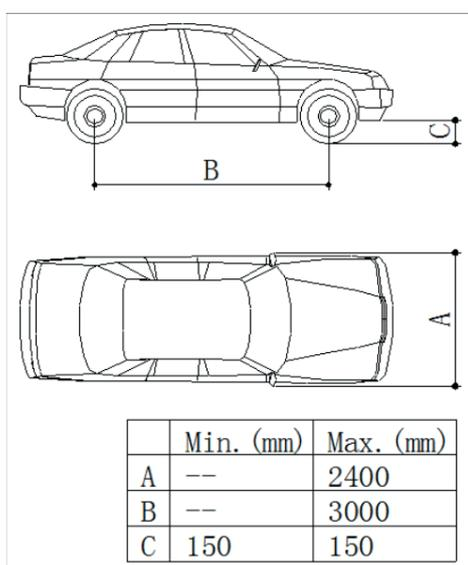
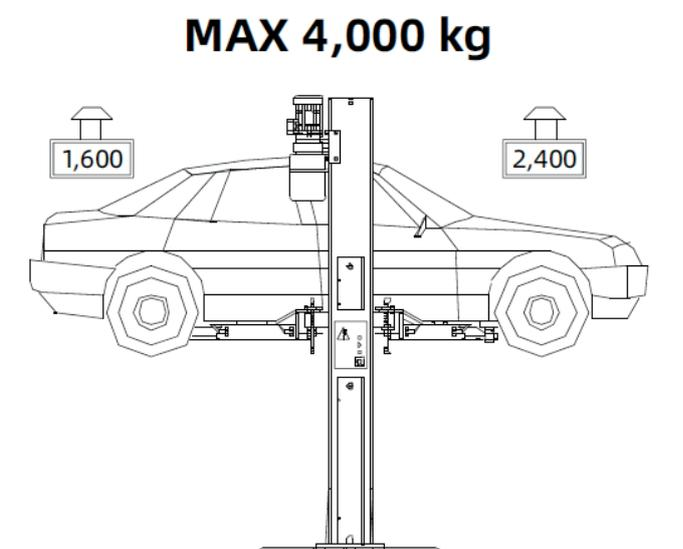

Fig. 3
Fig. 4 - Répartition du poids
- ✓ Seuls les véhicules autorisés **(Fig. 3 & Fig. 4)** sont levés, ils ne doivent pas dépasser la capacité nominale ni les dimensions hors tout.